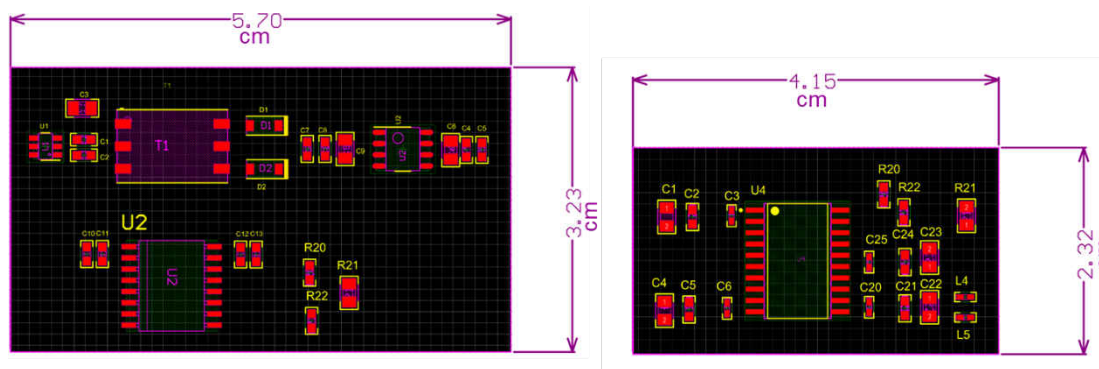

图 3. 分立（左）和集成（右）隔离式 RS-485 子系统在布板空间方面的对比
- **节省布板空间。**与其他分立式实施方案相比，单芯片解决方案的主要优势之一是可节省布板空间。由于系统设计人员希望在每一代新产品中缩小解决方案尺寸和/或增加功能，为隔离式 RS-485 集成单芯片解决方案有助于节省 48% 的布板空间，如图 3 所示。